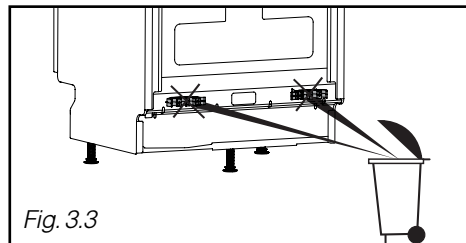

Fig. 3.3
- Retire los soportes de los tubos (Fig. 3.3)